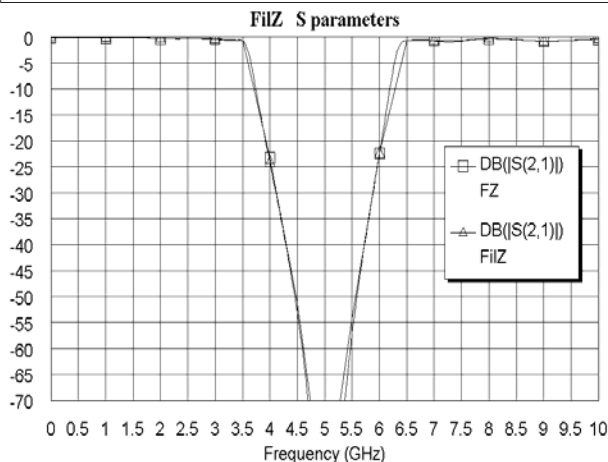

Рис. 5.14
11. Откройте окно схемы и щёлкните по значку **Analyze** на панели инструментов. Рассчитанный график показан на рис. 5.14.